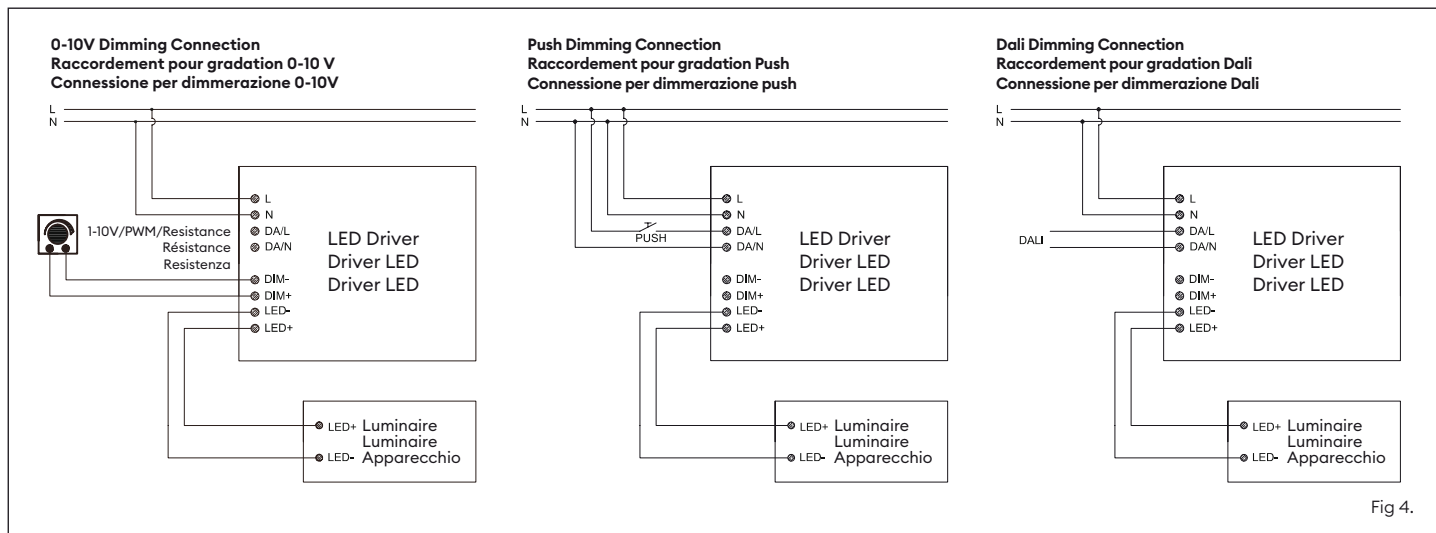

Fig 4.
- Wire the luminaire into the driver as per the desired switching / dimming method (Fig 4)
- Connectez le luminaire au driver en fonction de la méthode de commutation / gradation souhaitée (Fig 4).
- Collegare l'apparecchio al driver secondo il metodo di commutazione/diminuzione desiderato (Fig 4).